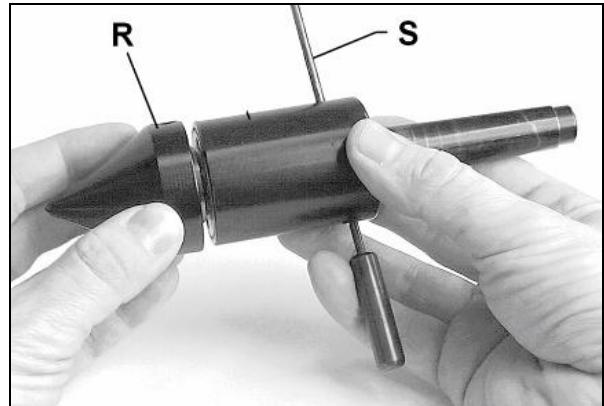

Fig 33
Pour dévisser la pointe conique (R, Fig 33) il faut que la broche soit fixée à la goupille transversale (S).